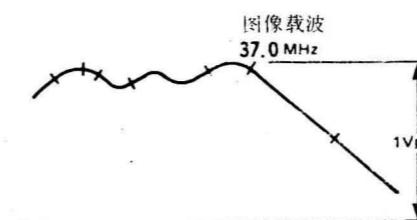

图 7
2. 调节扫频信号发生器的输出电平，使得到峰—峰值为 1V 的输出，如图 7 所示。